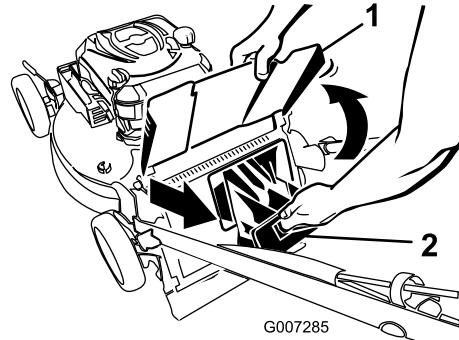

Figura 30
1. Levante y sujeté el deflector de descarga (Figura 30).
2. Saque el tapón de descarga trasera (Figura 30).